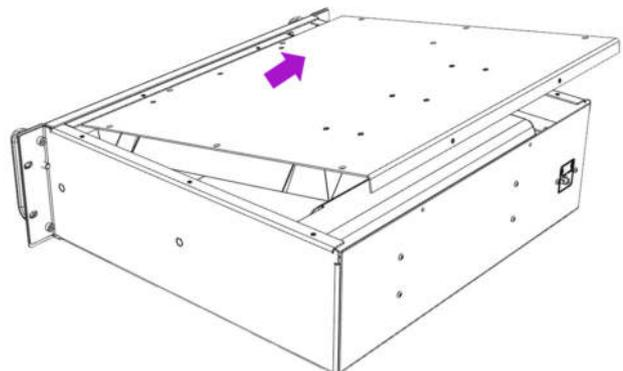

Abb. 13
- Oberen Gehäusedeckel seitlich in Pfeilrichtung schieben (Abb. 13)